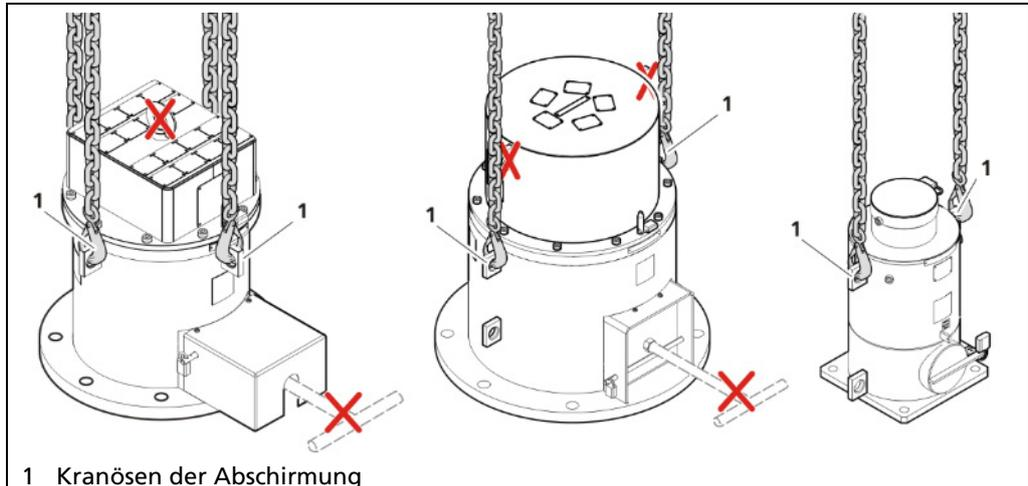

Abb. 7 Abschirmung anschlagen
2. Abschirmung mit ausreichend dimensionierten und geprüften Anschlagmitteln an den Kranösen (Abb. 7, Pos. 1) anschlagen.